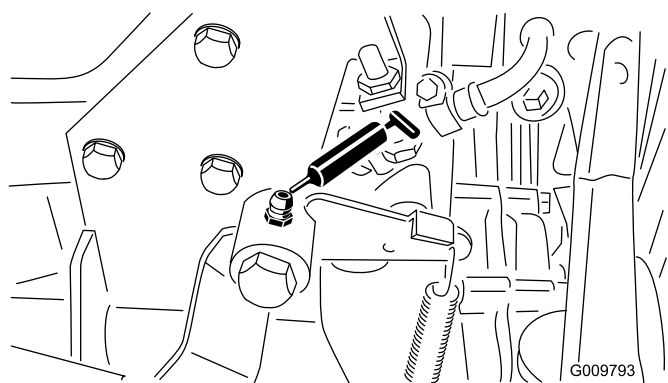

Figura 43
- Brazo del acelerador (1) (Figura 43)